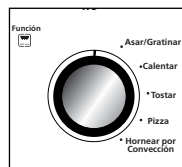

Figura 2
- 2. Perilla selectora de función:** Seleccione la función de cocción girando la perilla a la graduación deseada. (Ver la Figura 2)